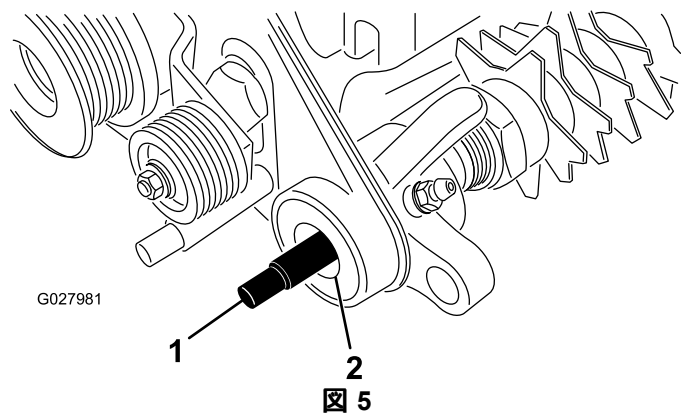

図 5
11. 駆動アセンブリのベアリングサポートと、グルーマシャフトの端部にグリスを塗布する 図 5。
12. グルーマシャフトのスプライン側の端部を駆動アセンブリのベアリングサポートに入れる 図 5。